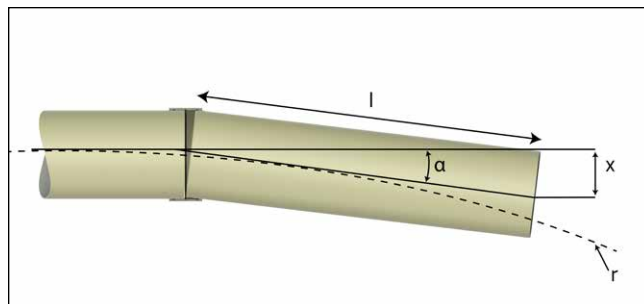

Рис. 33: Муфта, кутове відхилення з'єднання
5.2.1.9. Кутове відхилення (Рис. 33)